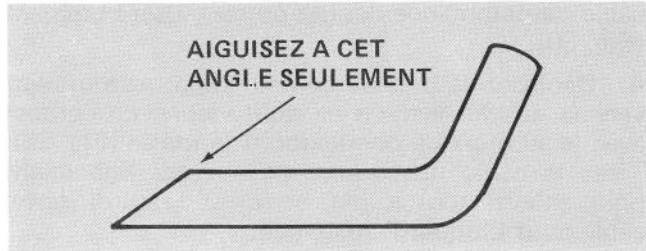

Figure 28
4. A l'aide d'une lime, aiguisez le taillant aux deux extrémités de la lame (Fig. 28).
AVIS IMPORTANT: Aiguisez le côté supérieur de la lame et maintenez l'angle de coupe d'origine pour assurer un taillant bien tranchant (Fig. 28). La lame restera équilibrée si vous enlevez la même quantité de métal aux deux extrémités de la lame.